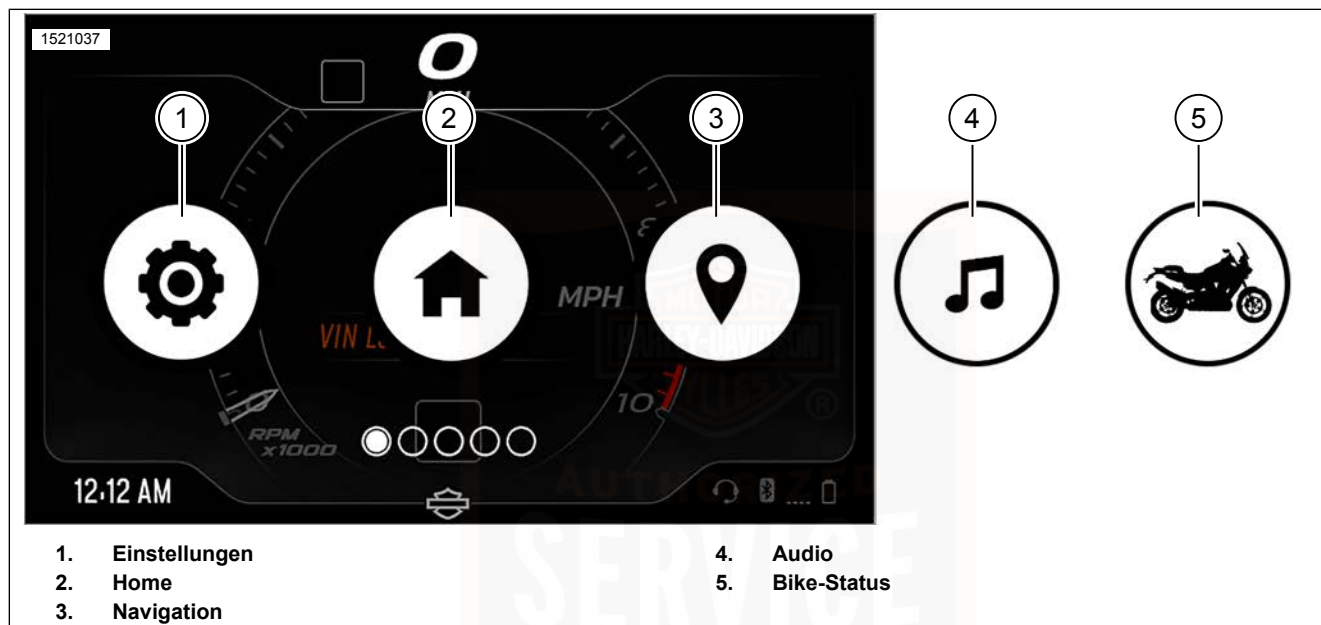

Abbildung 37. Menü-Auswahloptionen
Siehe Abbildung 37. Um auf die Menüauswahl auf IM zuzugreifen, drücken Sie die Menütaste (3) auf Linkes Handbedienmodul (LHCM) .
2. Siehe Abbildung 37. **Auswahl:** Menü „Einstellungen“ (1).
Siehe Abbildung 37. Zum Zugriff auf Audiofunktionen **Auswahl:** Audiokarte (4).
1. Siehe Abbildung 37. **Auswahl:** Menü „Einstellungen“ (1).